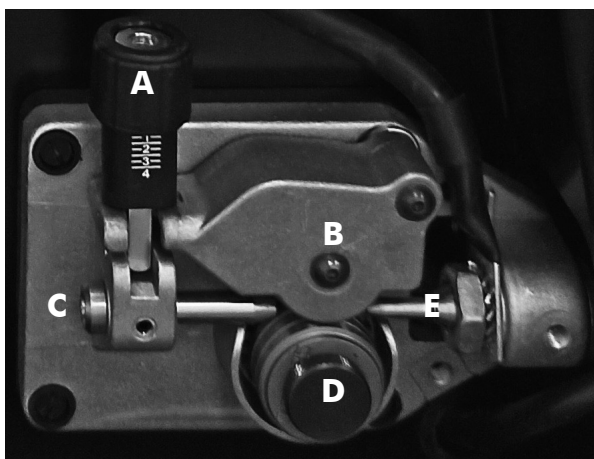

Abbildung 5
- Handrad (A) abschrauben
- Eingelegte Spule (B) von der Haspel (C) nehmen.
- Feder und innere Unterlegscheibe herausnehmen; Haspel (C) vom Zapfen nehmen.
- Handrad (A) wieder anschrauben.
- **Das Handrad (A) dient als Bremssystem der Spule. Ein übermäßiger Druck belastet den Versorgungsmotor. Bei zu niedrigem Druck wird die Spule nach Ende des Schweißvorgangs nicht ausreichend verriegelt.**
- Lösen Sie den Knopf (A) und ziehen Sie diesen aus der Arretierung (Fig.5). Öffnen Sie den Arm (B) der Drahtvorschubeinheit.
- Schneiden Sie das gebogene Drahtende ab und führen Sie das Ende in die Drahtzuführung (C) ein.
- Drücken Sie den Arm (B) auf die Antriebsrolle (D) und fixieren diesen mit dem Knopf (A).
- Stellen Sie den Anpressdruck, des Drahtes, an Knopf (A) ein. Sodass ein Reibungsloser Drahtvorschub gewährleistet ist, ohne durchdrehen der Drahtförderrolle. Ziehen